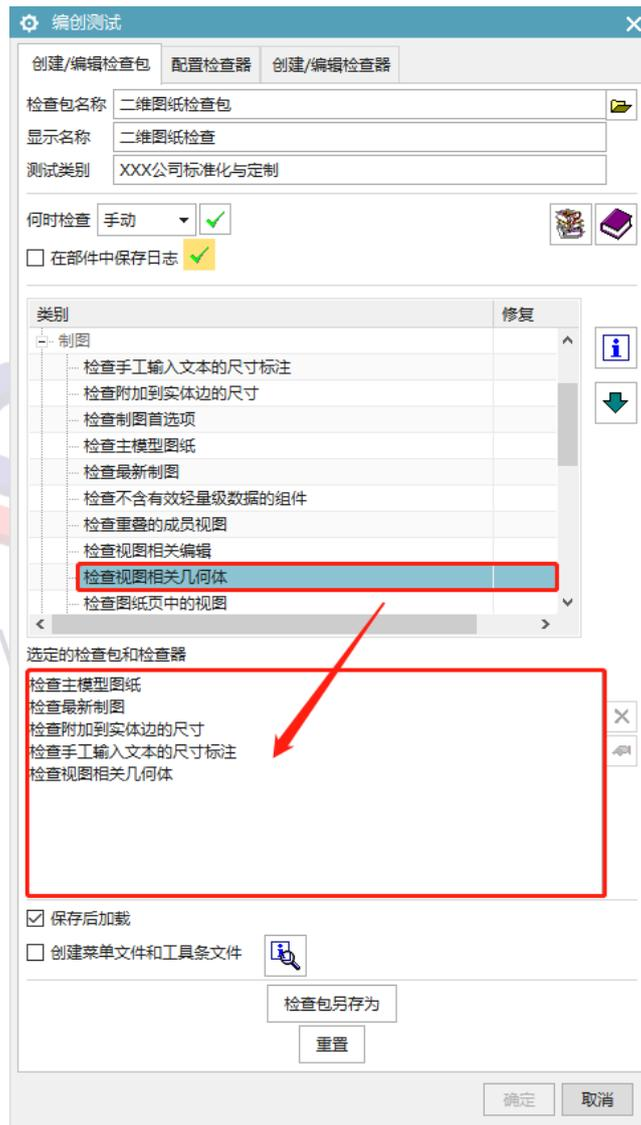

图 4
3.在类别树列表下，将相应的检查项添加到选定的检查包和检查器列表框中，如下图 4 所示：